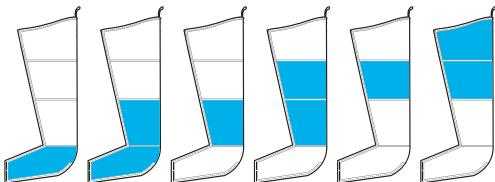

Рисунок 2 – Режим надувания ISO
- Пока обе камеры не достигнут заданного давления и не сбросят воздух одновременно, цикл начнется снова после короткой паузы (см. рис. 2).